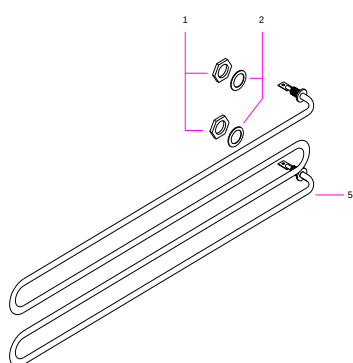

Fig. 12
- Tirez vers le haut les baguettes (2) Fig. 12 et retirez les résistances (5) en tirant sur elles vers dehors.
- Tirer les commandes (4) (voir Fig. 12) des interrupteurs vers l'extérieur. Retirez le panneau de contrôle en supprimant totalement les vis qui le maintiennent en place. Retirez les vis du panneau arrière et tirez-le vers la gauche pour l'enlever.
- Retirer les écrous (1) de l'élément et le retirer de son compartiment.